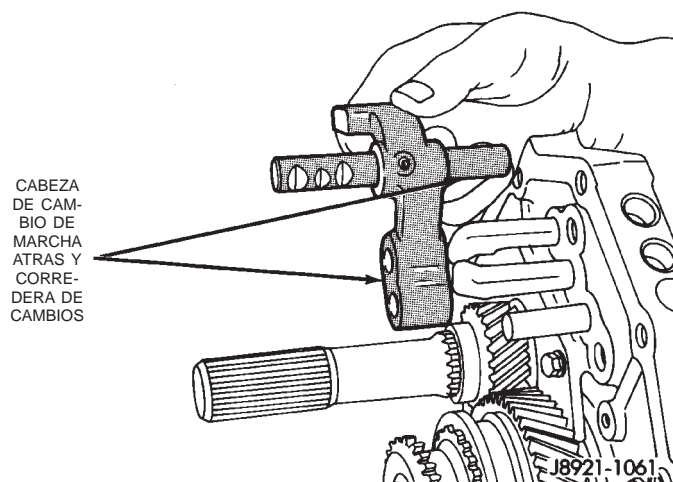

Fig. 101 Instalación de conjunto de corredera y cabeza de cambio de marcha atrás
(35) Instale el conjunto de corredera y la cabeza de cambio de marcha atrás (Fig. 101).